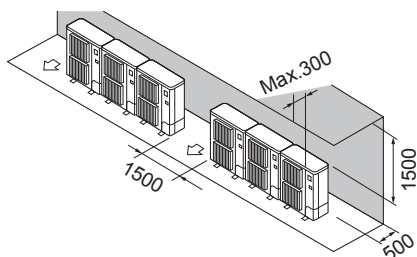

Fig. 2-10
- ② Enbart hinder på baksidan och ovsidan (Fig. 2-10)